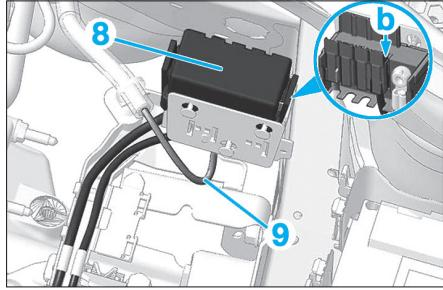

Fig. 62
- le couvercle (8) du boîtier maxi-fusibles (Fig.62),